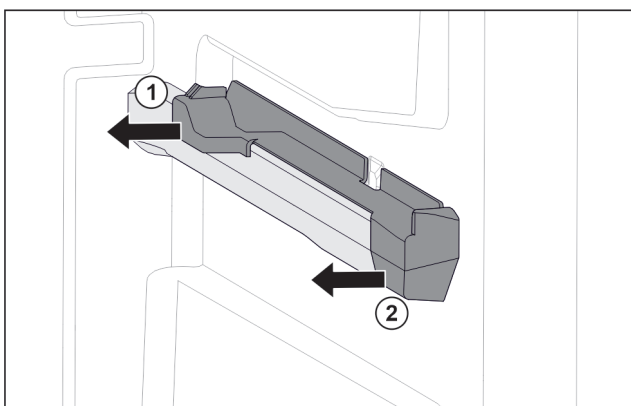

Fig. 18 Вставна частина на правому ребрі для резервуару
- ▶ Відсунути вставну частину назад вбік. Fig. 18 (1)
- ▶ Відсунути вставну частину вперед вбік. Fig. 18 (2)